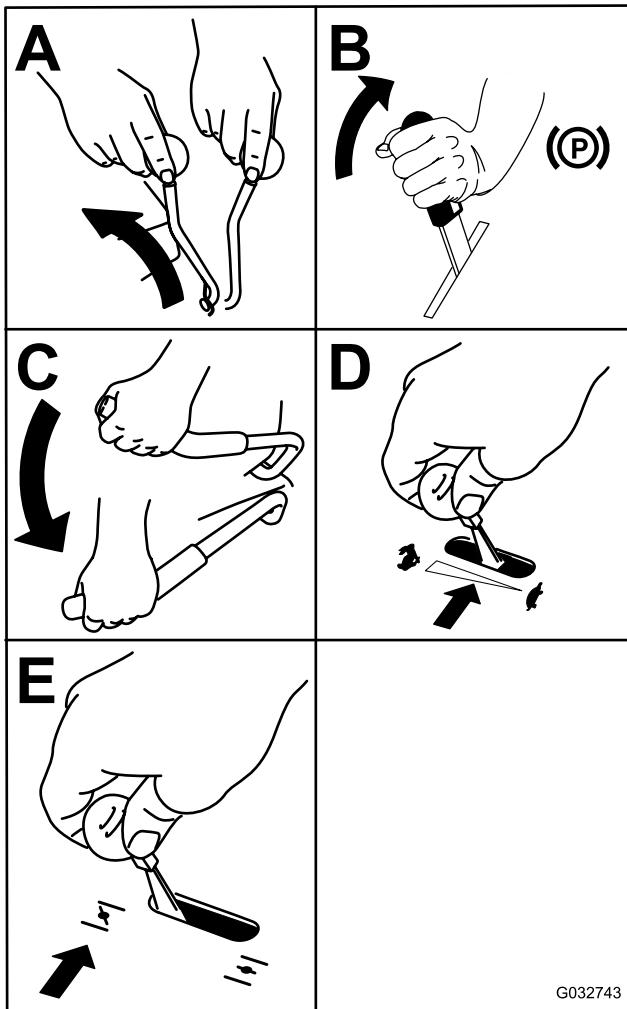

Figura 16
3. Mueva la palanca de la TDF a la posición de DESACTIVADO (Figura 16).